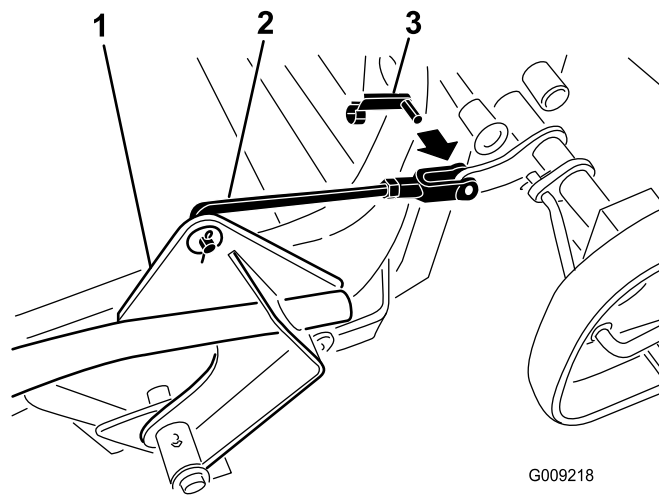

Figura 11
1. Retire el pasador de muelle del conjunto de la palanca del ensacador (ver Figura 11).
6. Gire el acoplamiento de la palanca del ensacador hacia arriba hasta el conjunto del ensacador y sujételo con un pasador con muelle (Figura 11).